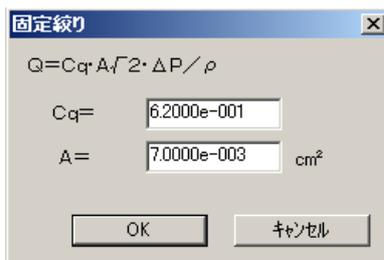

図11 固定絞り②のパラメータ設定画面
(2) ファイル名 : ex7-1.opc
本例題は, ex7-0.opcにおいて, 固定絞り②の開口面積を変化させた場合の例題である. 図11に固定絞り①のパラメータ設定画面を示す. また, 計算終了時刻を8秒とした. それ以外のパラメータは, ex7-0.opcと同じである.